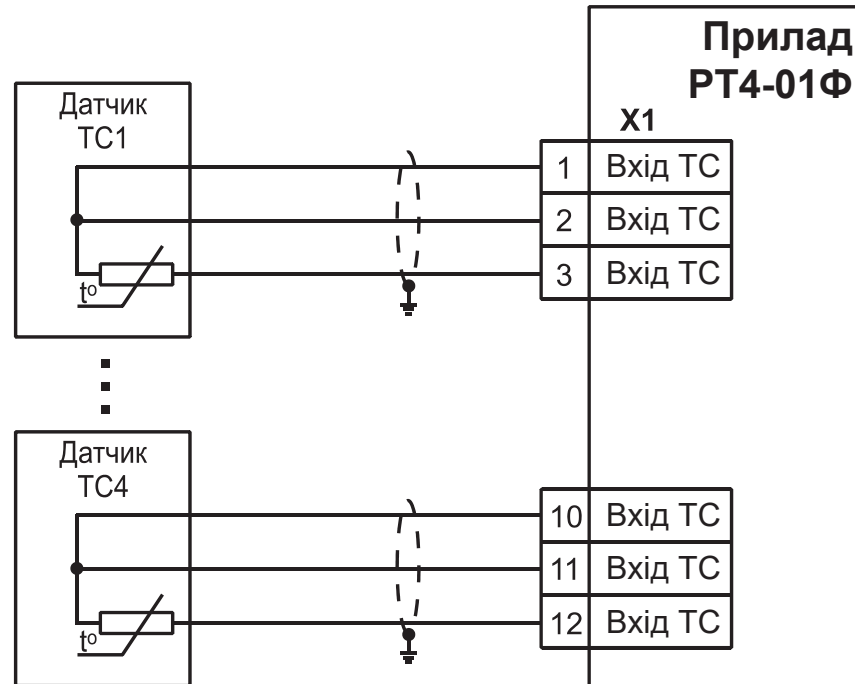

Рисунок 8.1 - Підключення ТС до приладу
8.1 Підключення термоперетворювача опору (рис. 8.1)